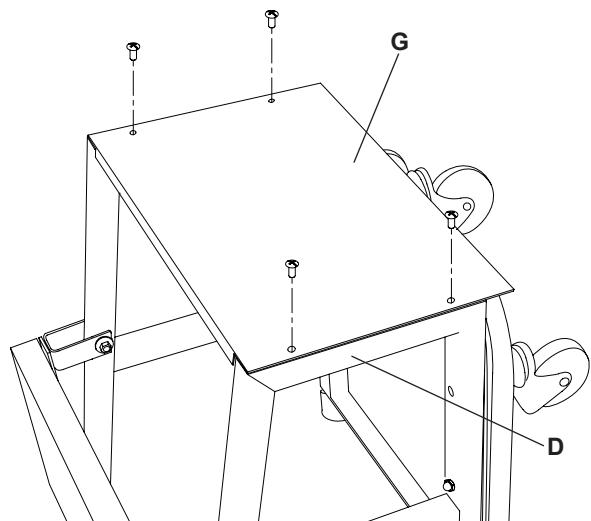

Figure 4 : Installation du marchepied sur les bâts latéraux
4. Fixez le marchepied (G) sur les bâts latéraux (D) à l'aide de quatre vis Phillips M6 x 16 (N). Assurez-vous que le marchepied (G) se trouve bien entre les bâts latéraux (D) (Figure 4).